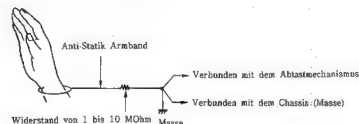

Abb. 13
### (2) Behandlung der mechanischen Baugruppe (Abb. 13)
Wenn Sie den Abtastmechanismus oder die Mechanik in die Hand nehmen, sollten Sie ein Anti-Statik Armband, wie in Abbildung 13 gezeigt, tragen. (Sie können sich ein Anti-Statik Armband aus gewöhnlichem Leitungsdraht anfertigen.)